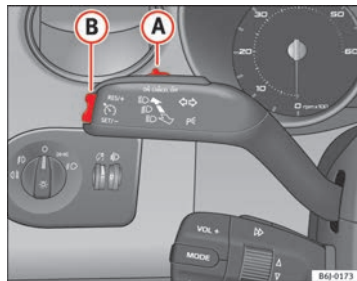

Fig. 111 Levier des clignotants et des feux de route : commande et touche basculante pour régulateur de vitesse
- Déplacez la commande ⇒ fig. 111 **A** vers la gauche pour la mettre sur **ON**.